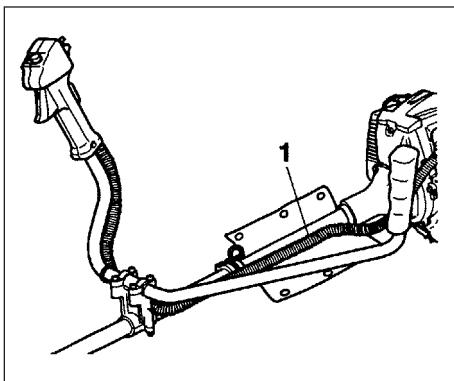

Fig.1-3B
Tag hoftepuden af krogen og vikl den om de rørforde stopledninger og drosselledning (1). (Fig. 1-3B)